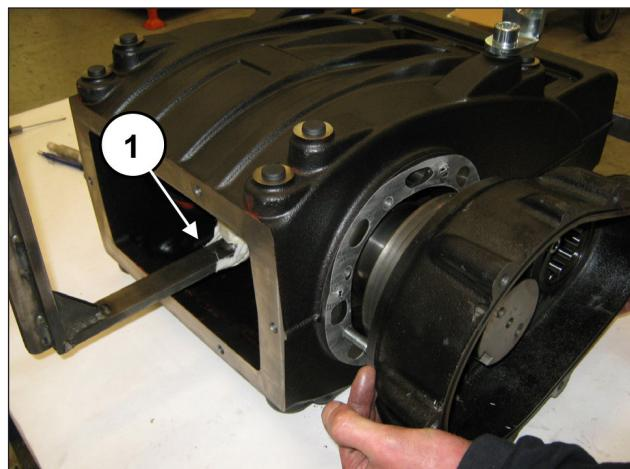

图 25
一边支撑着轴，一边拆除齿轮箱，以免损坏（位置①，图 25）。